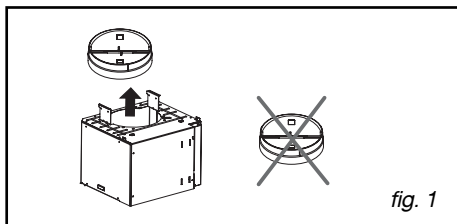

fig. 1
- Quite la válvula de retención (fig. 1).